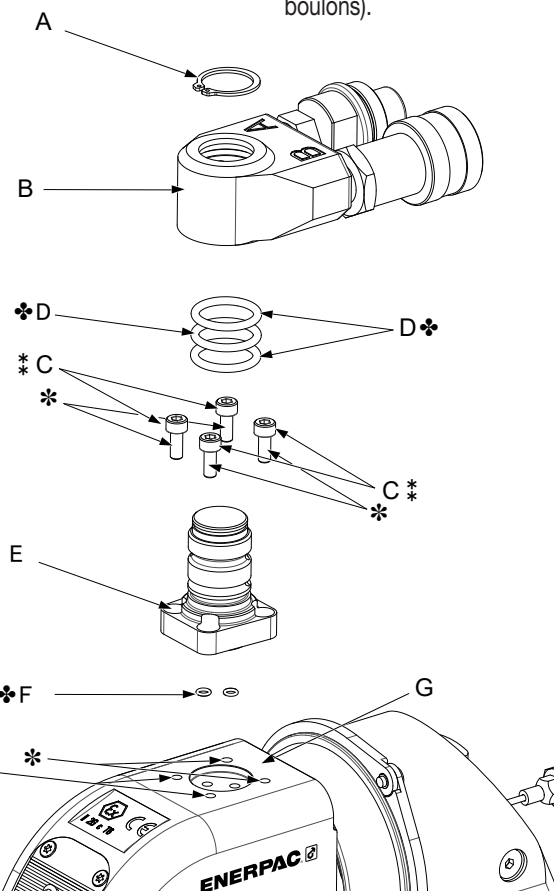

Figure 11 : potelet de raccord tournant et montage du raccord tournant
7.2.1 Montage du raccord tournant hydraulique (figures 11 et 12)
1. Appliquez une petite quantité de frein à filet Loctite 243 sur les orifices de montage filetés du boîtier de la clé. Reportez-vous à la figure 11 pour les emplacements.
2. Installez deux joints toriques neufs (F) dans les orifices situés à la base du potelet de raccord tournant (E).
3. Placez le potelet de raccord tournant (E) sur la clé (G) en veillant à ce que les orifices hydrauliques soient alignés. Veillez à ce que les joints toriques (F) ne tombent pas et ne soient ni coincés, ni coupés.
4. Installez les vis creuses dégraissées (D) et serrez à 5,1 Nm [3,7 ft lb].